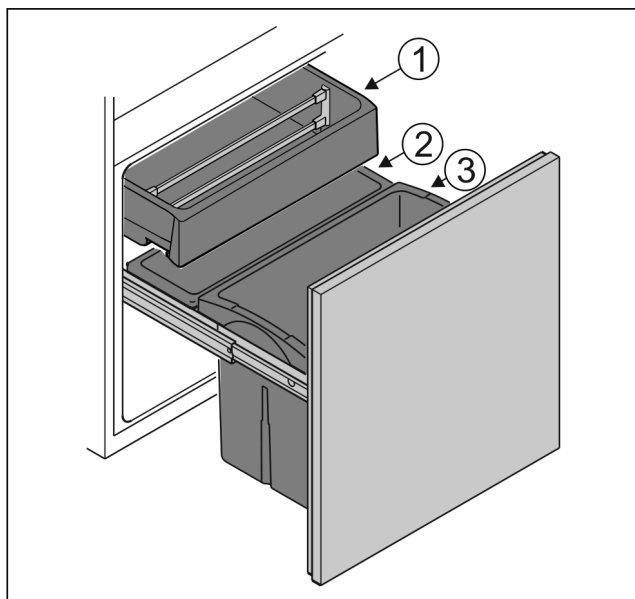

Fig. 68
- Contenitore Fig. 68 (1): Conservare la verdura non confezionata e la frutta esotica.
- Contenitore Fig. 68 (2): Conservare la frutta e la verdura di piccole dimensioni non confezionate.
- Contenitore Fig. 68 (3): Conservare le bottiglie singole.